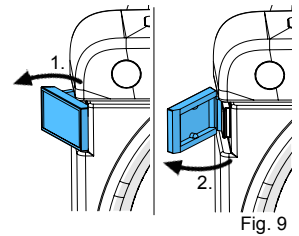

Fig. 9
- Aprire le chiusure del frontalino (Fig. 9).
- Estrarre la chiave a brugola (22) dal suo supporto.
- Togliere il cappuccio protettivo (15).
- Allentare la vite di fissaggio (16) e togliere il disco abrasivo.
- Applicare il nuovo disco abrasivo sui perni di centraggio (17).
- Aprire le chiusure del frontalino (Fig. 9) e togliere il frontalino della squadramodelli.
- Avvitare l'apposito utensile (11) nella flangia di supporto (23) finché il disco di supporto si stacca dall'albero.